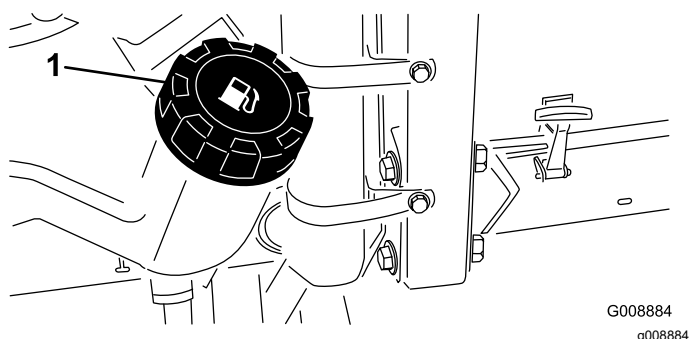

Figura 27
2. Pulite l'area circostante il tappo del serbatoio carburante (Figura 27).